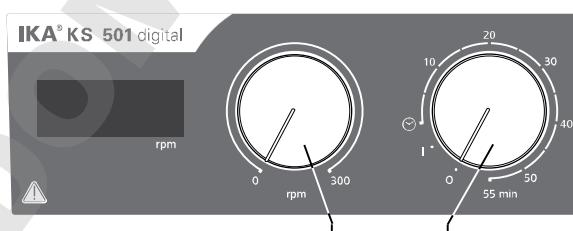

Fig. 3
- ☞ 기기를 켜려면, "ON / OFF" 및 "타이머" 회전형 노브 (B, Fig. 3 참조)를 시계 방향으로 "1"까지 돌립니다.
- ☞ 장치를 끄려면 "ON / OFF" 및 "타이머" 회전형 노브 (B)를 시계 방향으로 "0"까지 돌립니다.
- ☞ "속도(Speed)" 회전형 노브를 돌려 모터의 속도를 설정 합니다 (C, Fig. 3 참조). 모터 속도는 RPM 0-300까지 설정이 가능합니다.